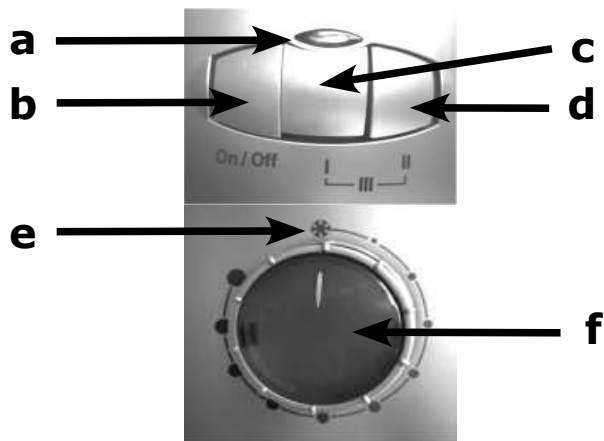
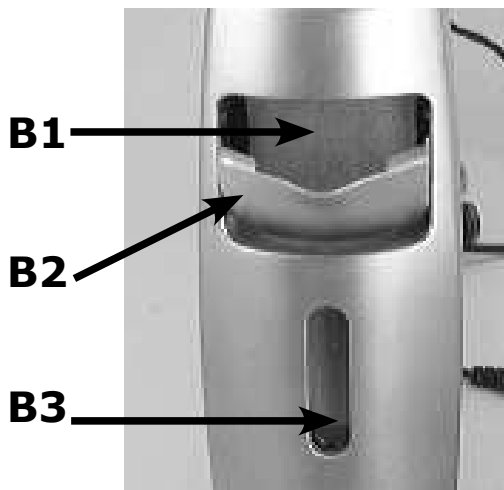

Fig. 3
Fig. 14 : Humidificateur
| B. Humidificateur (détail fig. 14)    | F. Boutons de commandes (détail fig. 3)  |
2. Tourner le bouton du thermostat f (fig. 3) dans le sens des aiguilles d'une montre jusqu'en butée en position maximum.
1. Mettre le bouton b en position On (fig. 3).
2. Presser le bouton c (I) ou le bouton d (II).